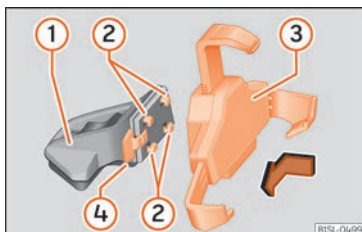
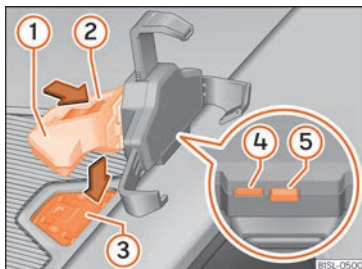

Fig. 107 Assembler le support universel et le bras de fixation.
Fig. 108 Sur la console centrale : occupation du creux pour le logement du système d'infodivertissement.
- Appuyez sur la touche de déverrouillage »» fig. 108 ⑤ jusqu'à ce que le bras supérieur du support universel se libère.
- Posez le smartphone sur les fixations inférieures. Pour régler les fixations inférieures, appuyez sur la touche »» fig. 108 ④.
- Fixez le support universel »» fig. 107 ③ et appuyez sur la touche de déverrouillage »» fig. 107 ④.
- Fixez le bras de support »» fig. 108 ① et appuyez sur la touche de déverrouillage »» fig. 108 ④ dans le sens de la flèche.
- Introduisez le support universel »» fig. 107 ③ dans les crans ② du bras support ①.
- Déplacez le support universel sur le côté, en direction du verrouillage ④ jusqu'à entendre qu'il s'emboîte »» △.
- Posez le bras support »» fig. 108 ① sur la plaque de fixation »» fig. 108 ③ depuis le haut et appuyez dessus vers le bas jusqu'à entendre qu'il s'emboîte »» △.